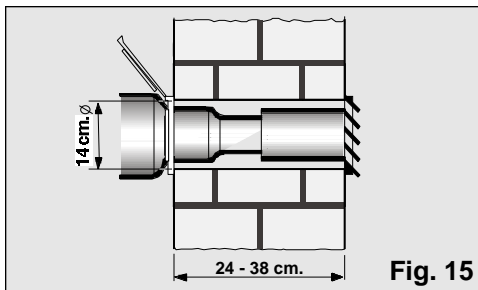

Fig. 15
- ❑ Om de warme lucht af te voeren via de muur moet u een opening in de muur, met een doorsnede van 14 cm, maken voor het plaatsen van de muurschuif, **Fig. 15**.